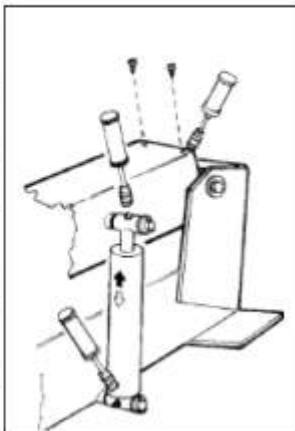

Рисунок 32
- 2) Время от времени наносить консистентную смазку на подъемный цилиндр кронштейна зажимного устройства и на его поворотный механизм. Наносите смазку через штуцеры (см. рис.32).